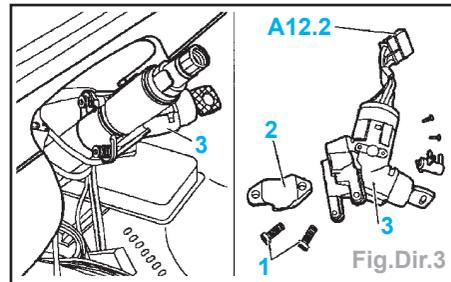

Fig.Dir.3
- Sur moteur 601, débrancher les conduites de dépression de l'antivol de direction (3) (Fig.Dir.3).